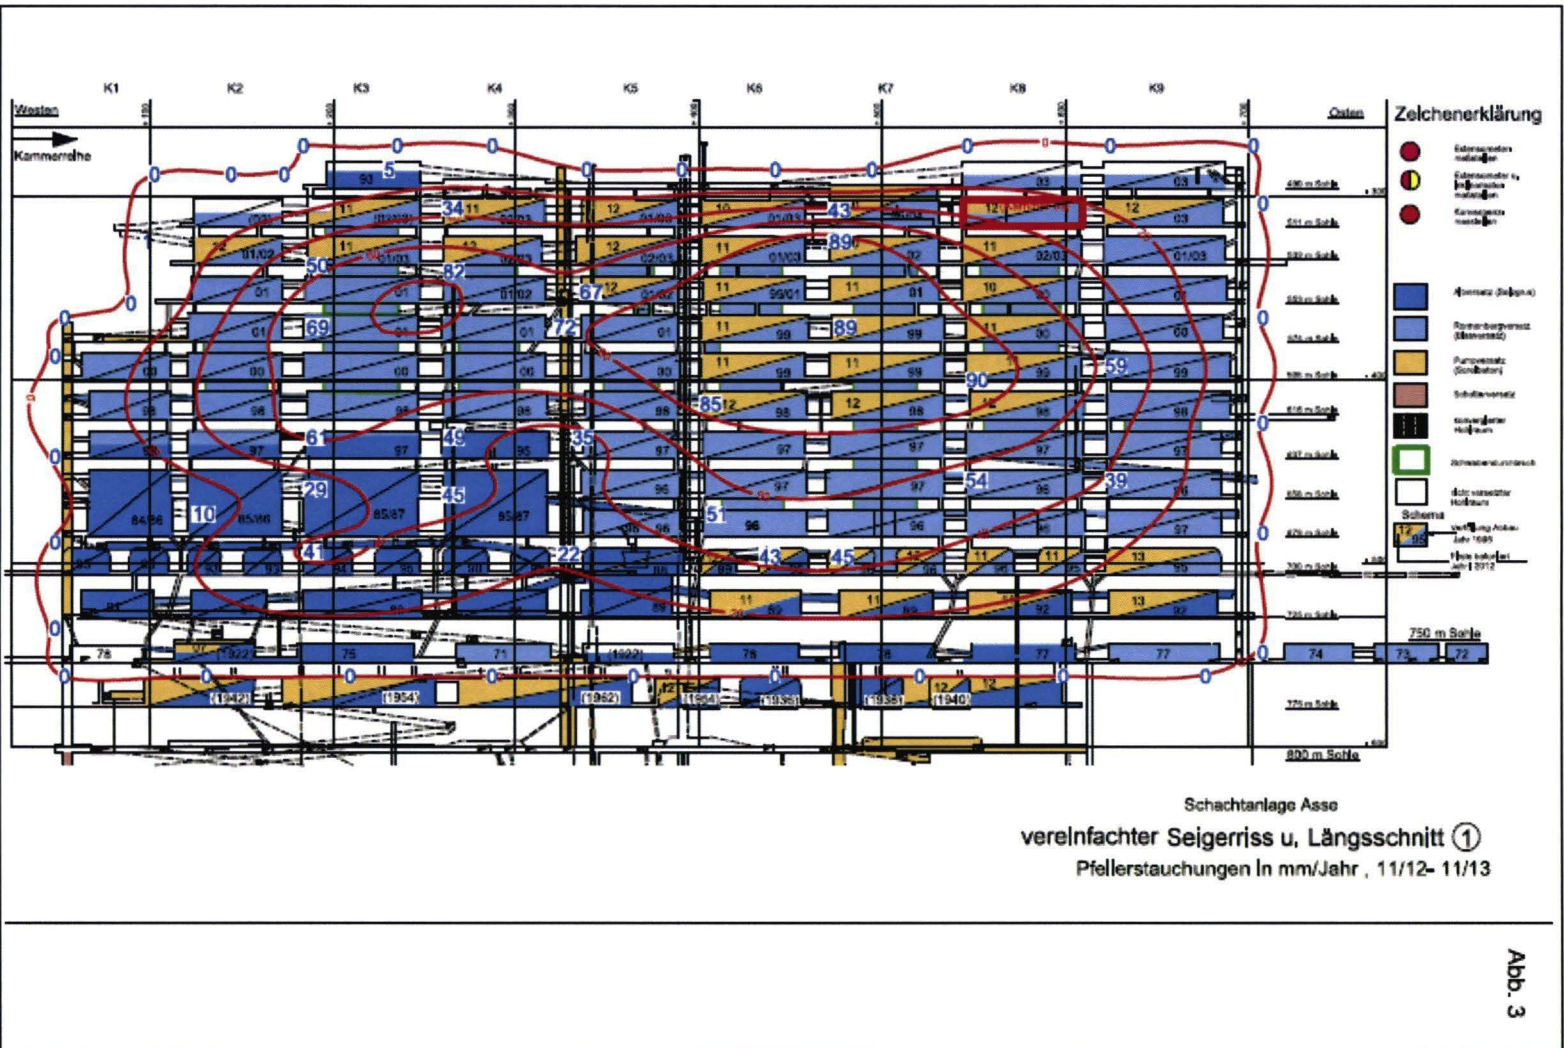

Abbildung 3: Linien gleicher Pfeilerstauchung [mm/a] mit Konvergenzmesstellen in dem Abbau 3 der 490-m-Sohle
In der Abbildung 3 sind die Linien gleicher Pfeilerstauchungen im Baufeld der Südflanke unter Einbeziehung der Konvergenzmesstellen in dem Abbau 3 der 490-m-Sohle abgebildet. Die Harmonisierung der Pfeilerstauchungen im Baufeld der Südflanke setzt sich weiter fort. Die maximale Stauchungsgeschwindigkeit beträgt 90 mm/a.
- Abbildung 3: Linien gleicher Pfeilerstauchung [mm/a] mit Konvergenzmessstellen in den Abbauen 3 und 8 der 490-m-Sohle